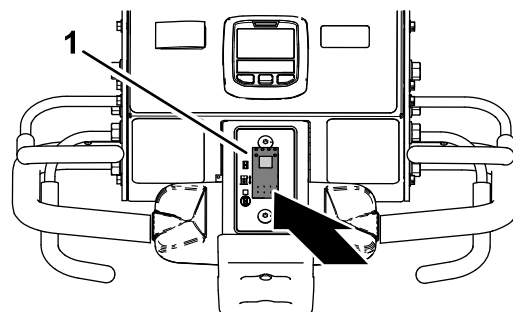

Figure 93
1. Appuyez sur le bas de la commande d'abaissement (Figure 93) pour sélectionner la position ABAISSEMENT IMMÉDIAT.